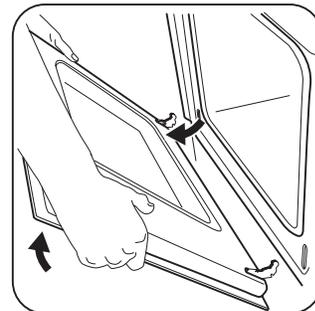

Figure 34: Porte de maintien pour le retrait
3. Tenez fermement les deux côtés de la porte. N'utilisez pas la poignée de la porte du four. Fermez la porte du four à mi-chemin de la première position d'ouverture. Tirez ensuite la porte vers l'avant et retirez-la de son siège (Figure 34).
2. En tenant la porte dans le même angle que pour le retrait, posez le crochet du bras de charnière sur les tiges situées de chaque côté du cadre de la porte (Figure 34). Les crochets des bras de charnière doivent être bien assis sur les tiges.